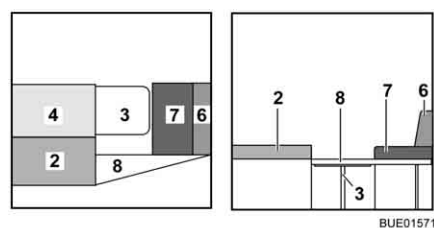

Fig. 154 Durante a transformação
- Ponha o estofa do encosto (Fig. 154,4) ao lado do estofa do assento (Fig. 154,2).
- Desdobre o apoio do acrescento da cama (Fig. 154,8) e suspenda o acrescento da cama nos apoios nos bancos arca.